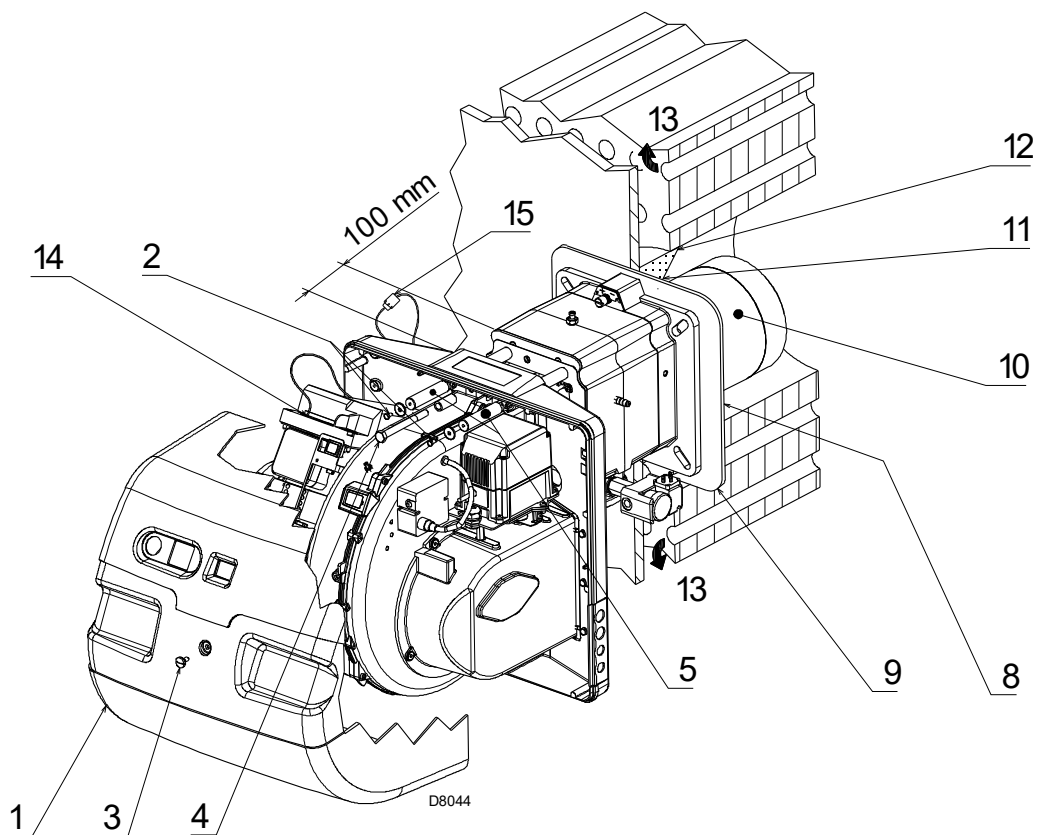
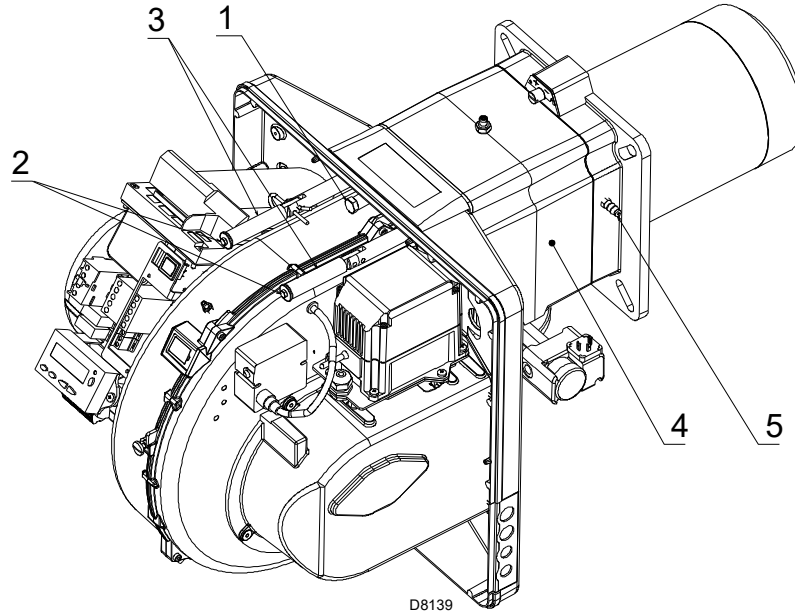

Abb. 17
Abb. 20
Stellen Sie bei Kesseln mit vorderem Rauchumlauf 13)(Abb. 17), eine Schutzvorrichtung aus hitzebeständigem Material 11) zwischen dem als Hitzeschutz zwischen Kessel 12) und Flammrohr 10) aus.
Trennen Sie die Flammkopf vom übrigen Brenner, wie in Abb. 17; und wie folgt fortfahren:
- den Brenner auf den Führungen 3)(Abb. 20) etwa 100 mm von Muffe 4) - Brenner in der in Abb. 17 gezeigten Position montieren;
- das Kabel des Fühlers und der Elektrode einsetzen und den Brenner dann bis zur Muffe verschieben, so dass er sich in der auf Abb. 20 gezeigten Position befindet;
- den Stecker des Stellmotors 14)(Abb. 17) anschließen und die Kabeldurchführung 15) anschrauben;